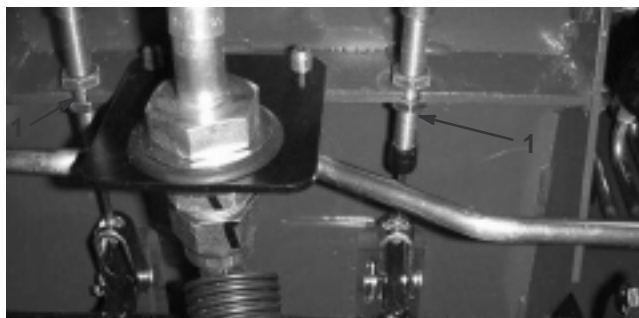

Figure 50
- A. Desserrez l'écrou avant sur l'extrémité fileté du câble de frein (Fig. 50).